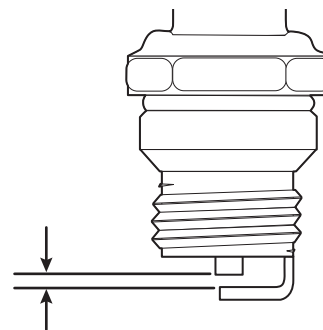

Fig. 26
4. Utilisez une jauge d'épaisseur pour régler l'écartement à **0,635 mm (0,025 po)** (Fig. 26).